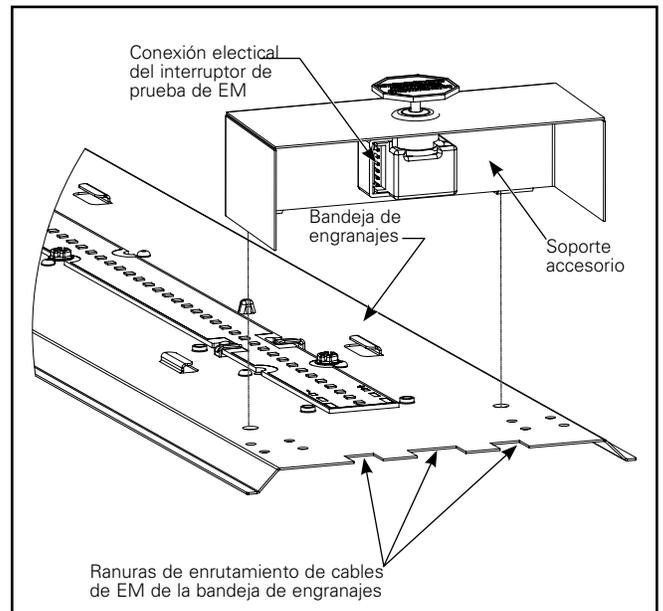

Figura 9.
8. Conecte el conector del cable blanco de la unidad de EM al interruptor de prueba y luego vuelva a instalar el soporte accesorio, asegurándose de que el cable esté dentro del soporte accesorio (Figura 9). Conecte las conexiones de alimentación de entrada (asegúrese de que la alimentación esté apagada).